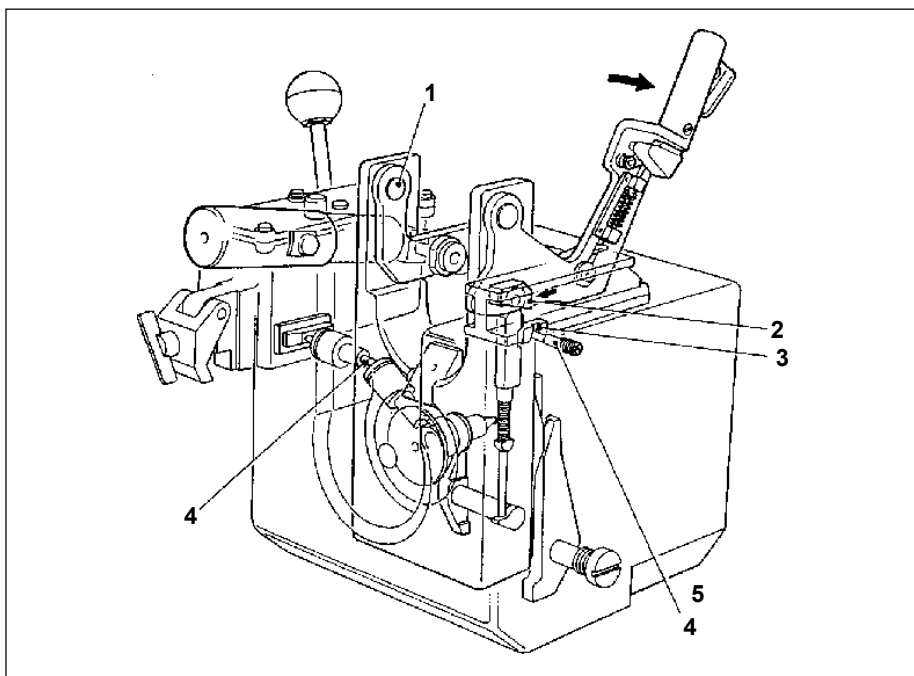

Fig 8-18. Mecanismo da culatra fechado
(5) o movimento da cunha para baixo termina e a alavanca de manejo encontra seu apoio.
(6) quando a alavanca de manejo é levada de volta, a mola do compensador permanece comprimida até que o culote do estojo acerte as garras dos extratores, retirando-os de sua posição-trava da cunha. Durante a passagem do estojo(e da granada), o retém da granada abaixa, permitindo o carregamento.
b. Fechando a cunha (Fig 8-18)